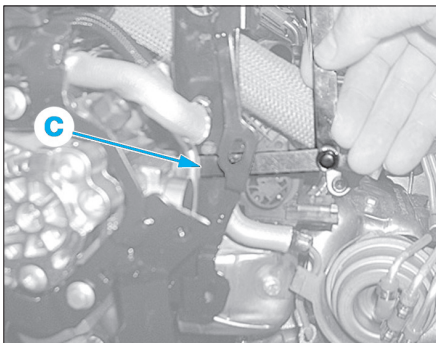

Fig. 35
- Avant de serrer la conduite haute pression (7) et à l'aide d'un autre opérateur, positionner en (c) une cale de 5,4 mm entre la conduite haute pression (7) et la patte de levage moteur (Fig.35).